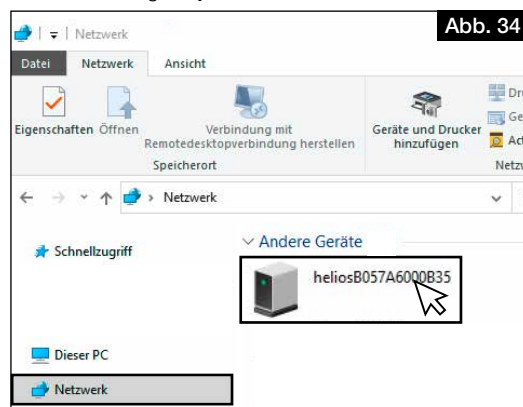

Abb. 34
2. Arbeitsplatz öffnen und auf Netzwerk klicken, vgl. Abb. 34.
- ① **Die Netzwerkerkennung muss eingeschaltet sein!**
3. Doppelklick auf das entsprechende Gerät, vgl. Abb. 34.